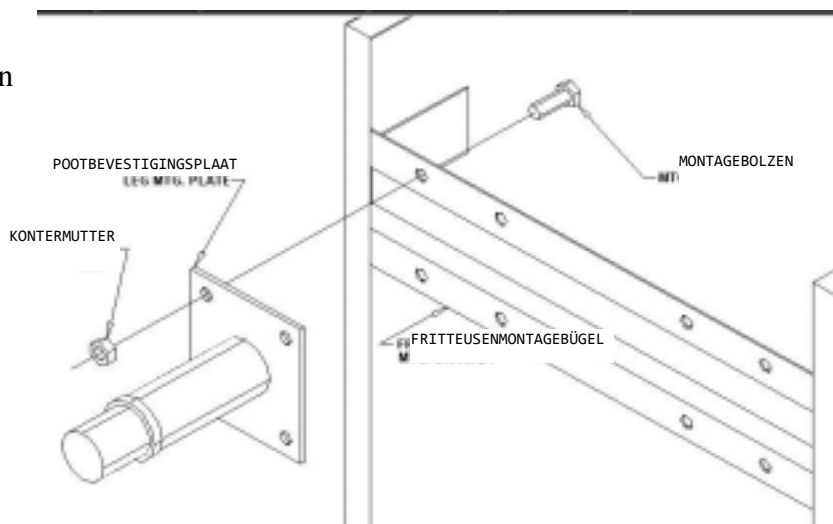

Abb. 3. Typische Fußinstallation
2. Positionieren Sie die Seite der Fritteuse flach auf dem Karton, so dass die unteren Montagebügel der Fritteuse für die Installation der Füße frei zugänglich sind, wie in Abb. 3 dargestellt.